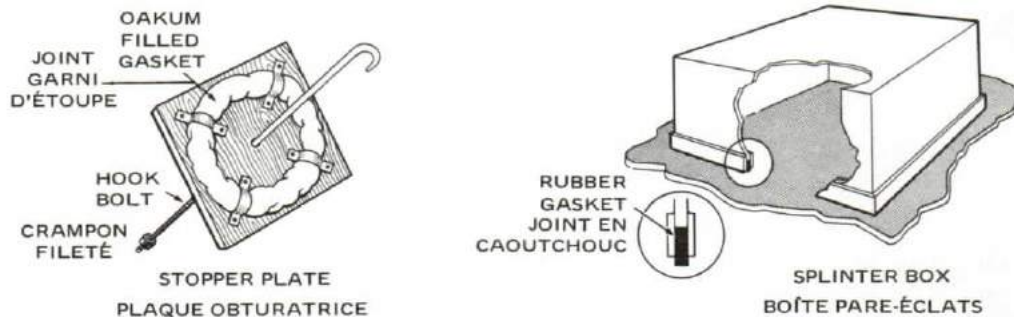

Figure 8-28
7. For jagged edges a splinter box is used. This is a steel box with a rubber gasket. It comes in several sizes and can either be held in place by a hook bolt or shored in position. Splinter boxes are stowed in the Damage Control lockers and in various places throughout the section bases. See Figure 8-28.
7. Dans le cas de trous à bords déchirés on utilise une boîte pare-éclats. Il s'agit d'un coffret d'acier muni d'un joint de caoutchouc. La boîte existe en plusieurs dimensions. On la tient en place au moyen d'une cheville à croc ou bien on l'épontille. Les armoires de réparation contiennent de ces boîtes et les postes de section en placent aussi à divers endroits (voir la figure 8-28).